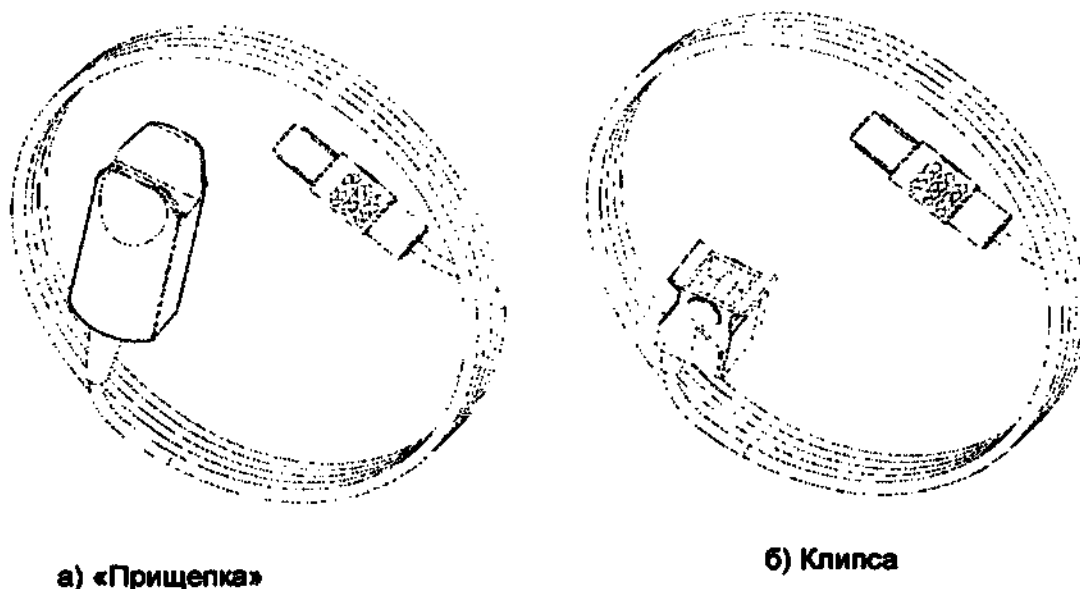

Рисунок 3.2 – Пальцевые датчики
- пальцевой («прищепка», клипса), взрослый и педиатрический (рисунок 3.2 а, б);